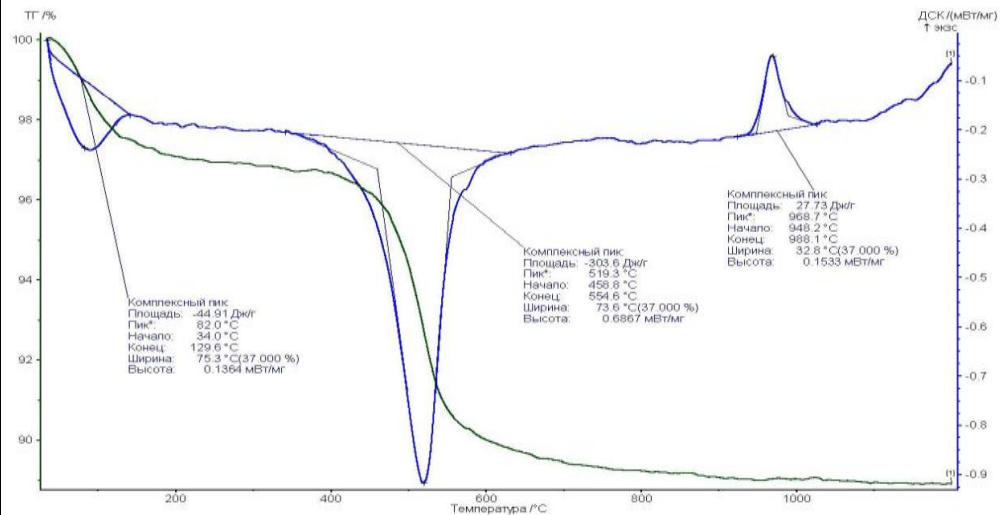

Рис. 4. ДТА бентонита
2.Расшифруйте приведенные на рис. 4 ДТА кривые керамической массы